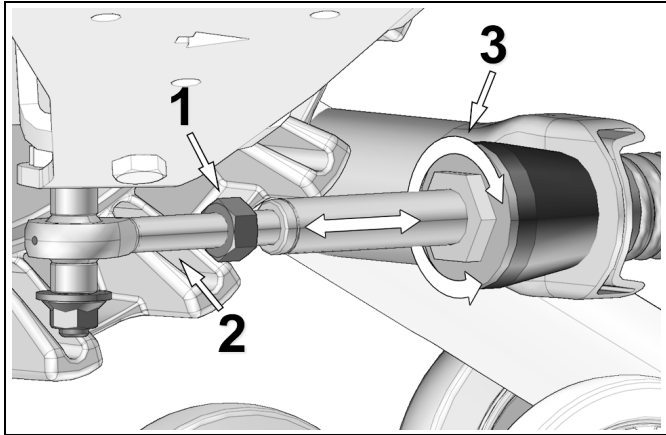

Figure 6
- Desserrer le contre-écrou (1) de l'embout à rotule. Ajuster la longueur de l'embout (2) en tournant l'écrou au bras stabilisateur (3) pour obtenir un ajustement de **254 mm [10 po]** au dessus du sol. Voir la Figure 6.